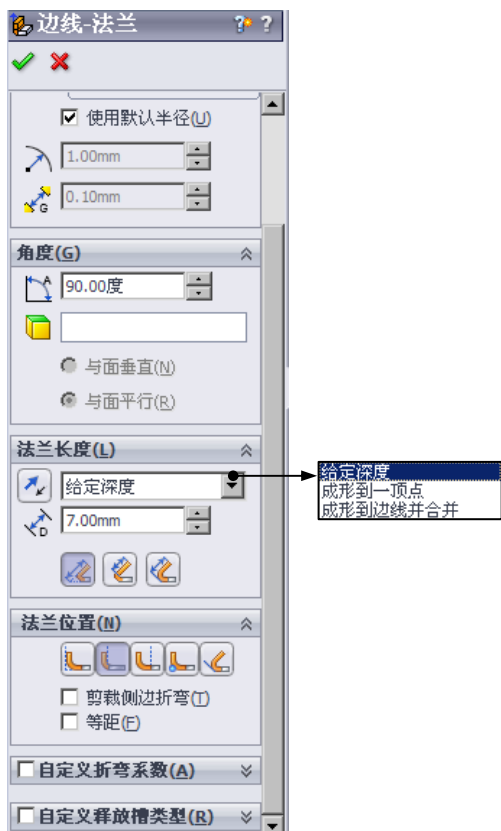
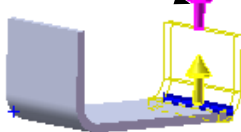

图 7.2.9 “边线-法兰”对话框
图 7.2.10 设置深度和方向
Step4. 定义法兰参数。在图 7.2.9 所示的“边线-法兰”对话框 **角度(G)** 区域的 文本框中输入角度值 90.0；在“边线-法兰”对话框 **法兰长度(L)** 区域的 下拉列表中选择 **给定深度** 选项，方向如图 7.2.10 所示，在 文本框中输入深度值 7.0，在此区域中单击“外部虚拟交点”按钮 ；在 **法兰位置(N)** 区域中单击“材料在外”按钮 ，取消选中 ☐ **剪裁侧边折弯(I)** 和 ☐ **等距(E)** 复选框。